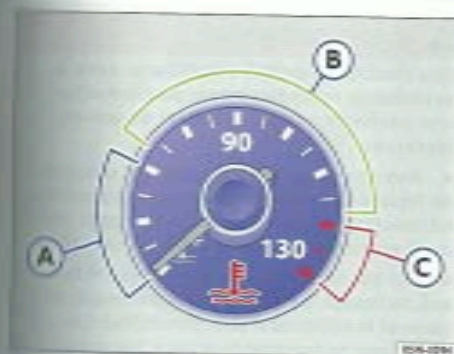

Fig. 184 Indicateur de température de liquide de refroidissement dans le combiné d'instrument : (A) Zone froide ; (B) Zone normale ; (C) Zone d'alerte.
Tant que l'aiguille de l'indicateur de température de liquide de refroidissement se trouve dans la zone froide → fig. 184 (A), le moteur n'a pas encore atteint sa température de fonctionnement et il convient d'éviter de rouler à haut régime et de solliciter fortement le moteur.